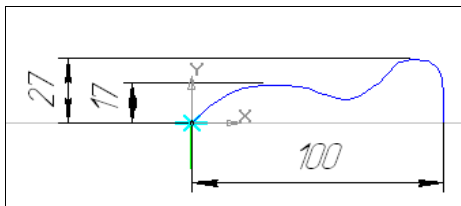

Рис. 24.6. Эскиз траектории поверхности
- ◆ вызовите команду **Эскиз**. Начертите из начала координат кривую Безье, как на рис. 24.6. Закройте эскиз;